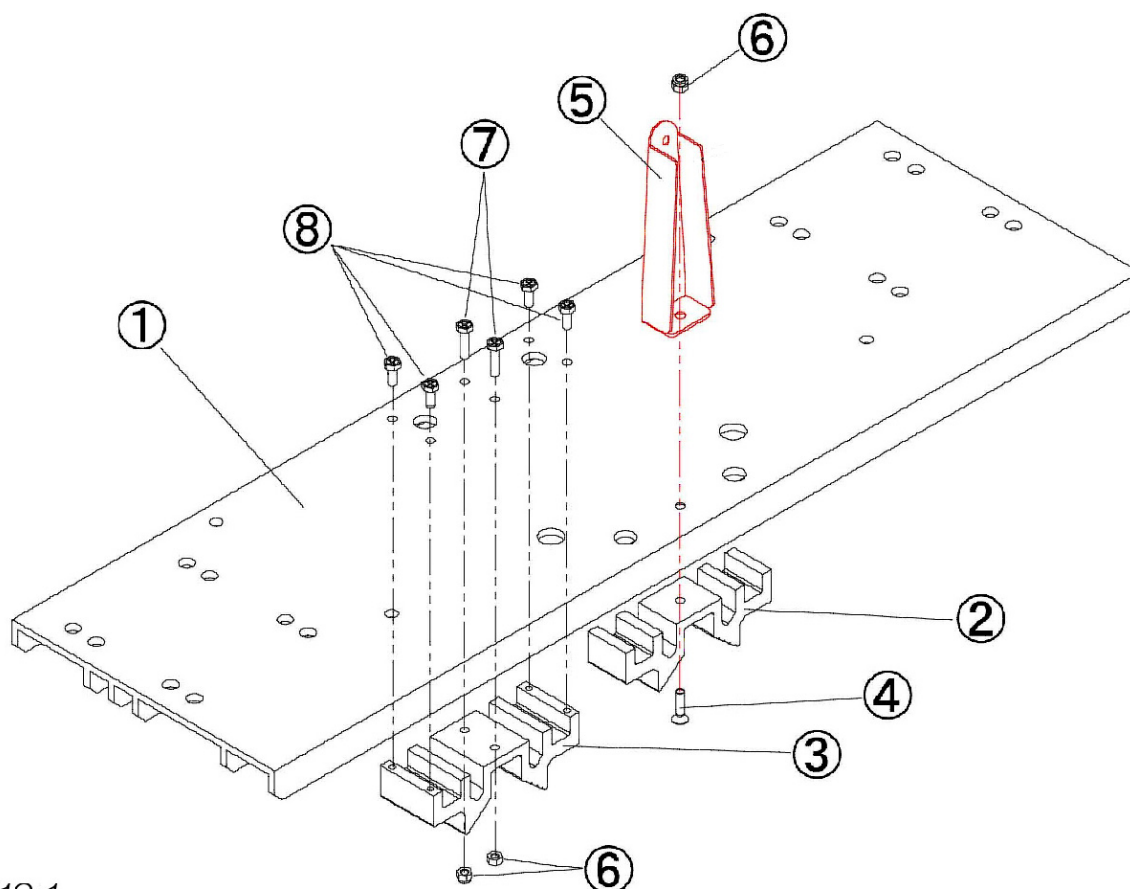

図19-1
「表11、図19-1、図19-2」従って組立てを行ってください。
[表11、図19-1、図19-2参照]
*「図19-1」はAEUが載る面を上にした図です。